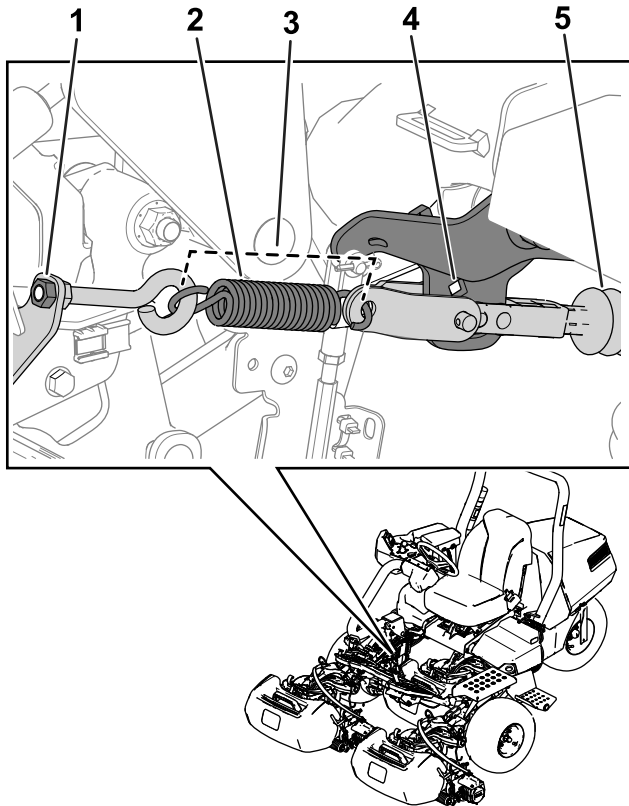

Figura 37
Nota: Consulte la Figura 37 para conocer el procedimiento.
5. Alivie la tensión del muelle aflojando la tuerca que sujeta el cáncamo al soporte del muelle (Figura 37).
3. Instale el muelle según se muestra en Figura 37.
4. Apriete la tuerca del cáncamo, de modo que la longitud del muelle sea de 11,4 cm cuando se instale (Figura 37).